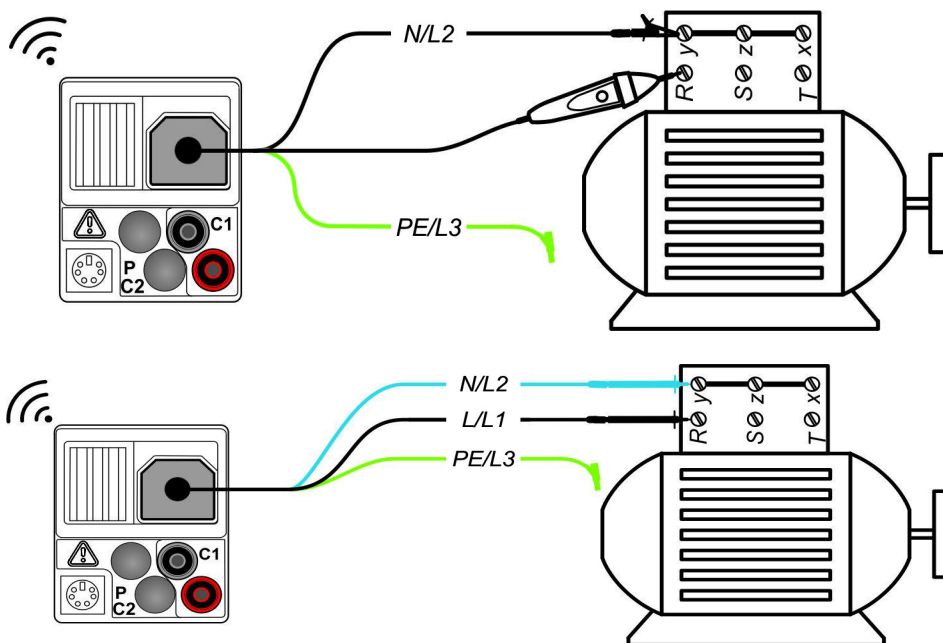

Abbildung 5.11: Anwendung der Commander-Prüfspitze und 3-Leiter-Prüfleitung
- Kontaktieren Sie die Prüfleitungen an das Prüfobjekt (siehe Abbildung 5.11).